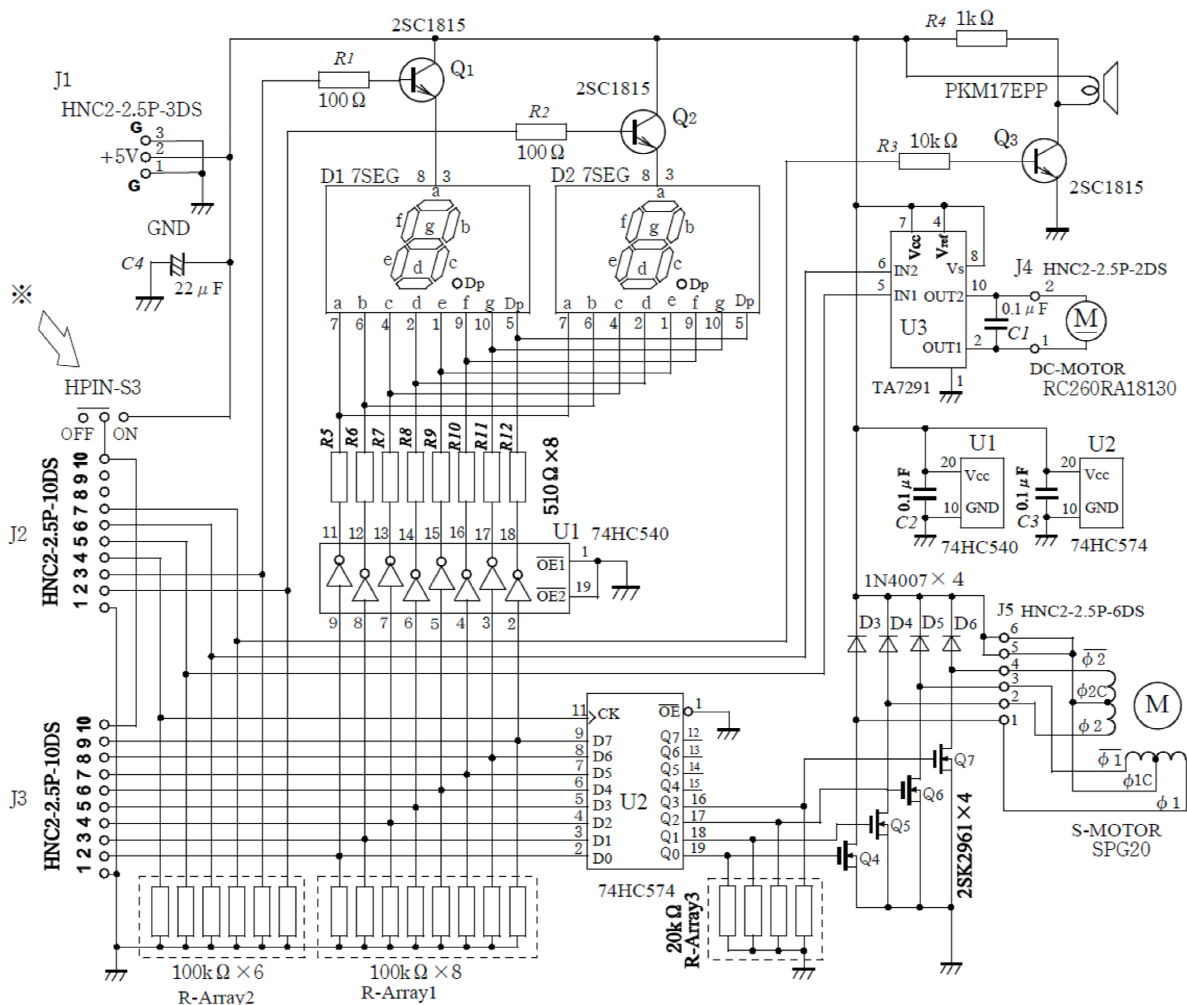

図2 出力回路②の回路図
- (b) 回路図を図2に示す。使用部品の一覧を表1に示す。
- (d) 10ピンのピンヘッダー (J2及びJ3) により、制御用コンピュータ③とケーブル接続する。
※ 詳細は図2を参照のこと。